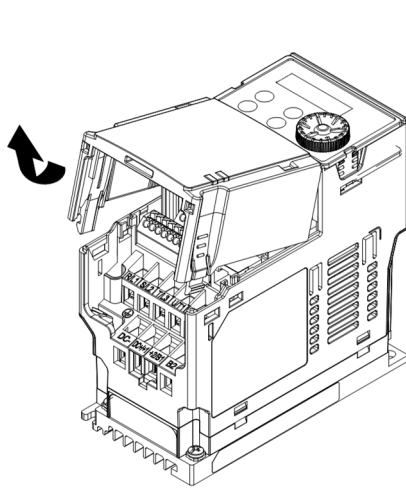

图 8-21
1. 关闭变频器电源，取下变频器上盖，如图 8-21 所示。